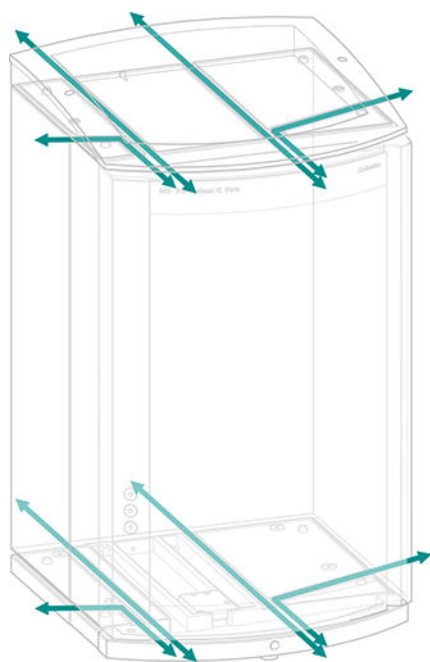

Figure 5 Canaux pour capillaires
- canaux entre l'appareil et le bac de fond ainsi qu'entre l'appareil et le support de flacons (voir Figure 5, page 15)